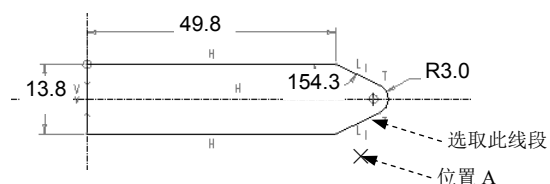
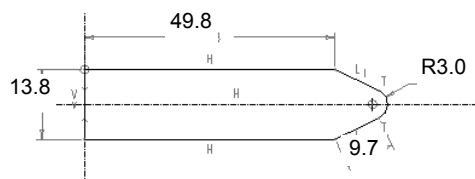

图 2.12.12 操作过程
图 2.12.13 新尺寸添加完成
Step4. 添加新的尺寸以创建所需的标注布局。单击 **尺寸** ▾ 区域中的“标注”按钮 , 然后选取图 2.12.12 所示的线段，中键单击位置 A 放置尺寸。增加新尺寸后，图形如图 2.12.13 所示。